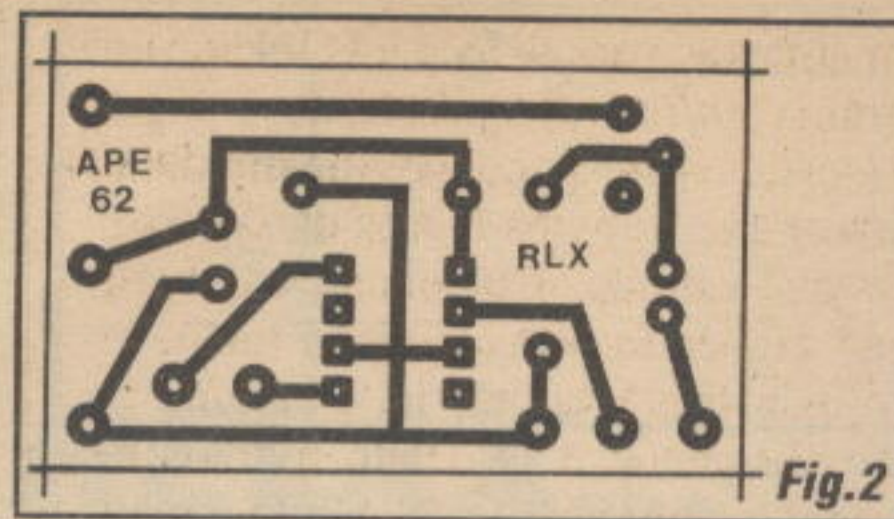

Fig.2
- **FIG. 2 - LAY OUT DO CIRCUITO IMPRESSO ESPECÍFICO** - Placa muito simples, pequena, com padrão cobreado fácil de reproduzir diretamente (por *carbonagem*...). O acabamento da traçagem, para melhor resultado estético (e também elétrico...) convém ser feito com decalques apropriados, ácido-resistentes. Entretanto, quem for muito caprichoso e cuidadoso, também poderá efetuar a traçagem com caneta apropriada (até do tipo *descartável*...). A corrosão, a furação e a eliminação dos resíduos da solução de perclorato e da tinta/decalque (com lavagens e lixagens cuidadosas, ao final de cada fase...) devem ser feitas com a atenção sempre recomendada... Em vários artigos e matérias práticas, anteriormente publicadas em **APE** e em **ABCDE**, abordamos detalhadamente tais procedimentos... Aos novatos, as **INSTRUÇÕES GERAIS PARA AS MONTAGENS** podem também acrescentar **importantes dicas**, conselhos e indicações práticas para o melhor aproveitamento das vantagens da técnica de montagem em circuito impresso... De qualquer modo, ainda *antes* de iniciar a colocação e soldagem das peças, é fundamental fazer uma conferência super-rigurosa, verificando se não restam *curtos*, falhas, pontos mal corroídos (ou excessivamente *atacados* pela solução ácida...), corrigindo eventuais probleminhas encontrados... É sempre muito mais simples efetuar as retificações enquanto os componentes *ainda não estão soldados* à placa... Na figura, o padrão cobreado (em **negro**, com as áreas claras correspondendo às regiões *livres* do cobre...) é visto em escala 1:1.